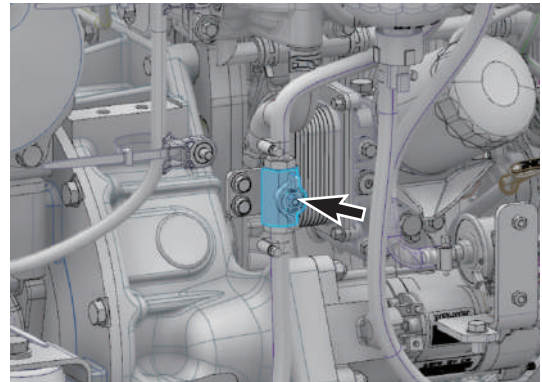

Figura 60
2. Gire la válvula de llave a la posición "CERRAR". (Figura 60)